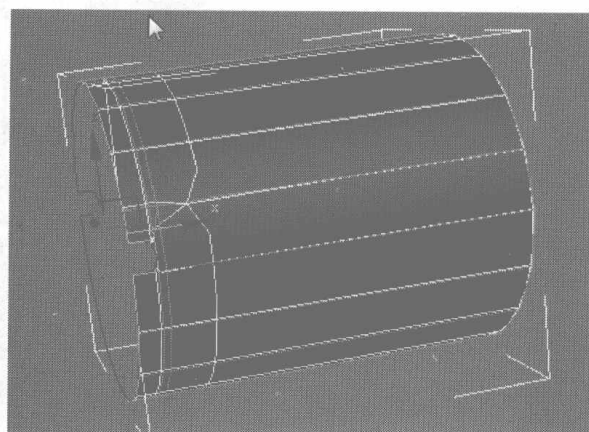

图 6.473
- 79** 在 Subdivision Surface 卷展栏中勾选 **Use NURMS Subdivision** 选项，再切换为曲线编辑，选择如图 6.473 所示的曲线，在按住 **Shift** 键的同时用缩放工具将其分别向内缩放，如图 6.474 所示。